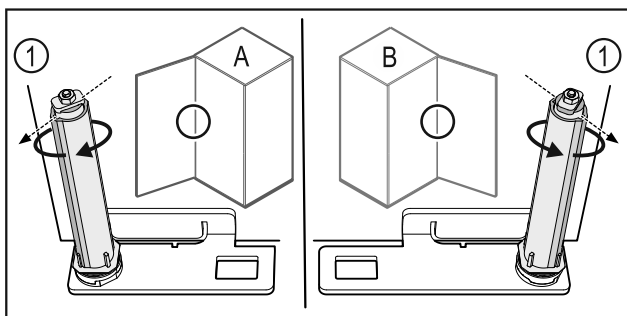

Fig. 60 Links scharnierend (A) / rechts scharnierend (B)
- Sluitsysteem tegen de weerstand in draaien tot het schot van het sluitsysteem Fig. 60 (1) naar buiten wijst.